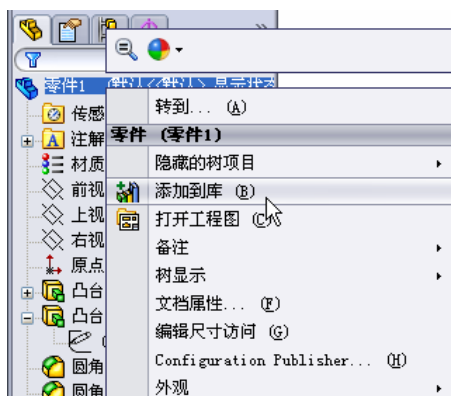

图 10-105 添加到库
⑬ 保存成形工具。在 FeatureManager 设计树中右击成形工具零件名称，在弹出的菜单中选择“添加到库”命令，如图 10-105 所示。这时，将会弹出“添加到库”属性管理器，在对话框中“设计库文件夹”栏中选择“lances”文件夹作为成形工具的保存位置，如图 10-106 所示。将此成形工具命名为“硬盘成形工具 1”，如图 10-107 所示，保存类型为“sldprt”，单击“确定”图标，完成对成形工具的保存。